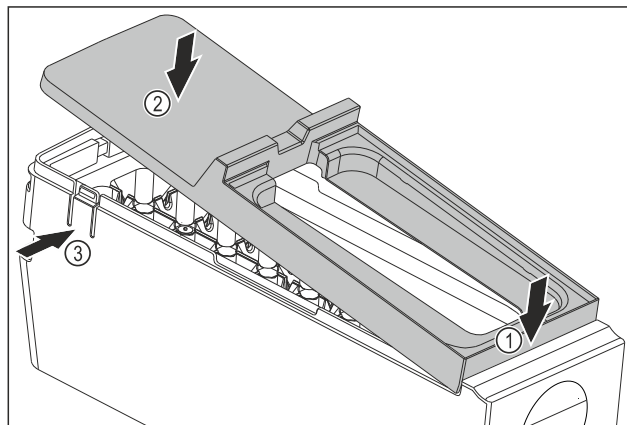

Fig. 191
- Afdekking van de EasyTwist-Ice-corpus monteren: Afdekking voor bevestigen. Fig. 191 (1)
- Afdekking achter neerlaten. Fig. 191 (2)
- Afdekking klikt hoorbaar in beide strips Fig. 191 (3) vast.